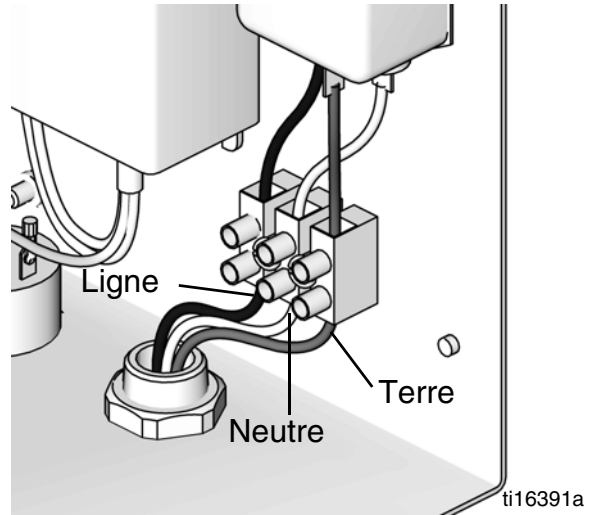

FIG. 6. Branchement électrique du boîtier de commande
2. Brancher le cordon électrique au bloc de dérivation comme indiqué sur la FIG. 6.